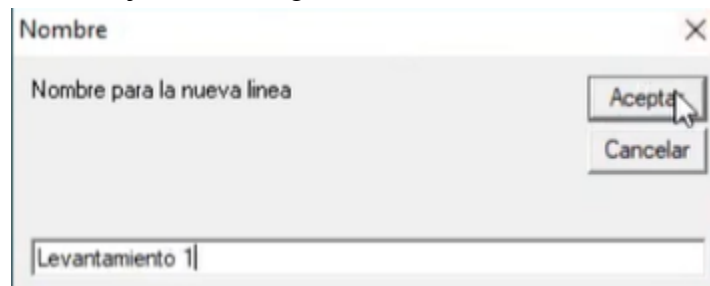

Figura 187. Nombre de la poligonal.
43. En la ventana que se desplegó, introducir el nombre de la poligonal y presionar “Aceptar”; Desactivar la opción “Dibujar línea”. Figura 187.